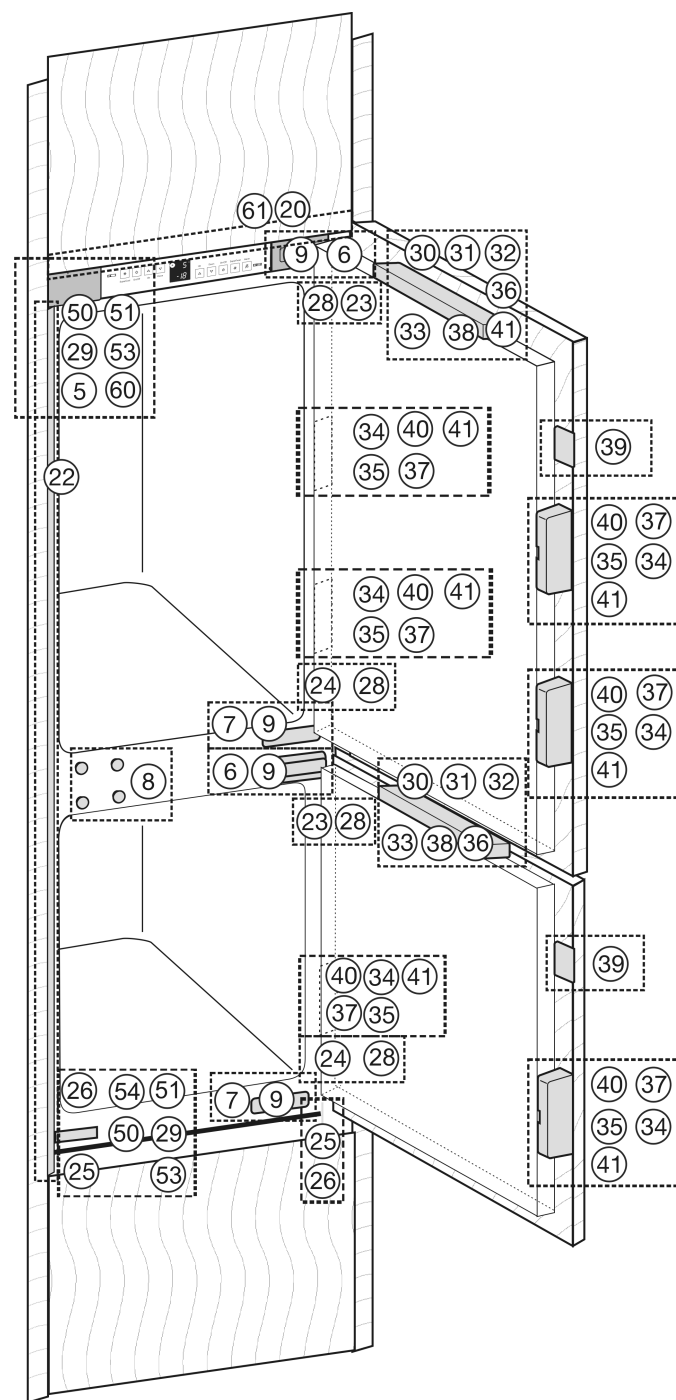
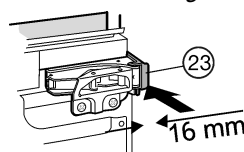
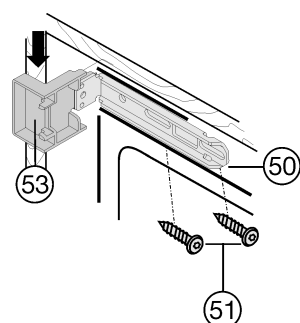
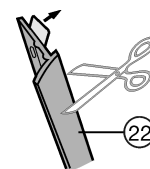

Fig. 12
Fig. 17
Fig. 18
Fig. 19
- Ôter le cache Fig. 12 (5,6,7).
- Cliper l'écarteur Fig. 17 (23) sur les charnières supérieures et l'écarteur Fig. 12 (24) sur les charnières inférieures.
- Placer les caches Fig. 18 (53) en haut et en bas sur les cornières de fixation Fig. 18 (50).
- Visser Fig. 12 (51) les cornières de fixation Fig. 18 (50) en haut et en bas de telle manière qu'une cornière puisse être bougée légèrement sur la droite et sur la gauche.
- Retirer le film de protection de la baguette de finition Fig. 19 (22). Positionner la baguette de finition Fig. 19 (22) côté poignée en l'alignant par l'avant au nez du cache Fig. 18 (53) et la coller à la paroi latérale de l'appareil.
- Si nécessaire, raccourcir la baguette de recouvrement Fig. 19 (22) en bas : l'extrémité de la baguette de recouvrement Fig. 19 (22) doit dépasser de 1/8 " (3 mm) sur le bord supérieur de l'étrier du bas Fig. 12 (50).
- Glisser l'appareil à l'intérieur jusqu'à ce que les caches Fig. 18 (53) heurtent la paroi latérale du meuble Fig. 18.
- Respecter les dimensions d'encombrement (épaisseur des éléments de butée de porte) : faire dépasser les charnières et les caches Fig. 18 (53) en tenant compte des dimensions d'encombrement.
- Aligner l'appareil avec les pieds réglables Fig. 12 (25) à l'aide d'une clé ouverte Fig. 12 (26) jusqu'à ce qu'il soit droit.